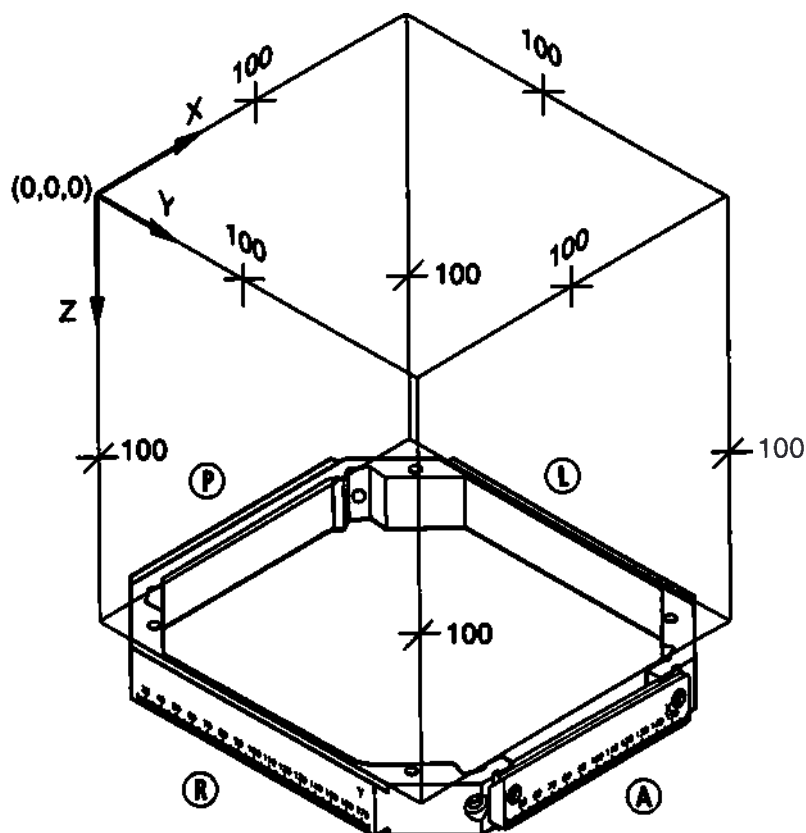

Рис. 2.3 Leksell® Coordinate System
Начало координат Leksell® Coordinate System (где X, Y и Z численно соответствуют нулю) расположено за пределами рамы в точке, являющейся верхней, боковой и задней по отношению к координатной раме справа от пациента. См. Рис. 2.3, на котором показаны левая (L), правая (R), задняя (P) и передняя (A) стороны координатной рамы и пациента.